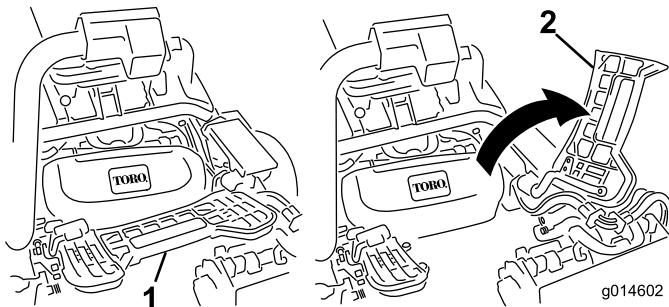

Figure 11
- Si le plateau de coupe central est monté, relevez le repose-pieds pour accéder à la position du plateau de coupe central (Figure 11).